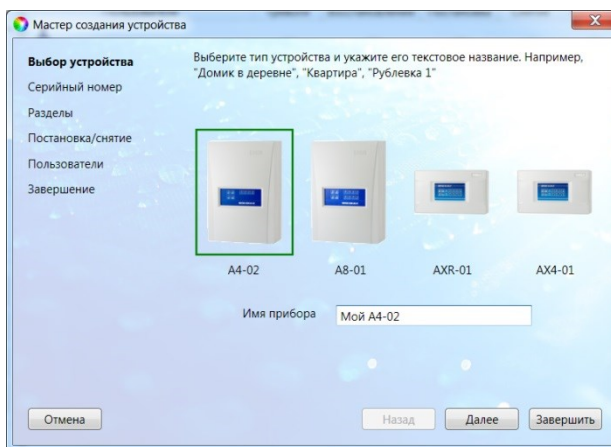

Рис. 5.5. Окно *Выбор устройства*
9. В следующем окне *Выбор устройства* выберите тип контроллера и задайте его имя (удобно именовать контроллер по объекту, на котором он будет использоваться, например: *A4-02 гараж*; *A4-02 дача*), см. рис. 5.5.